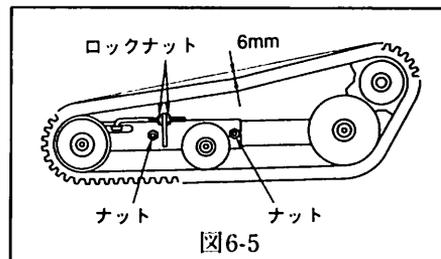

図6-5
クローラの張りは、中央部においてタワミ量が6mmを標準とします。(図6-5参照) 調整の必要がある場合には、次の手順に従ってください。
- ①アイドルフレームのナットと、テンションロッドのロックナットを緩めます。(図6-5参照)
- ②テンションロッドのナットによりクローラの張りを調整してください。
- ③規定の張りが調整できたら、アイドルフレームのナットとテンションロッドのロックナットを固く締めてください。